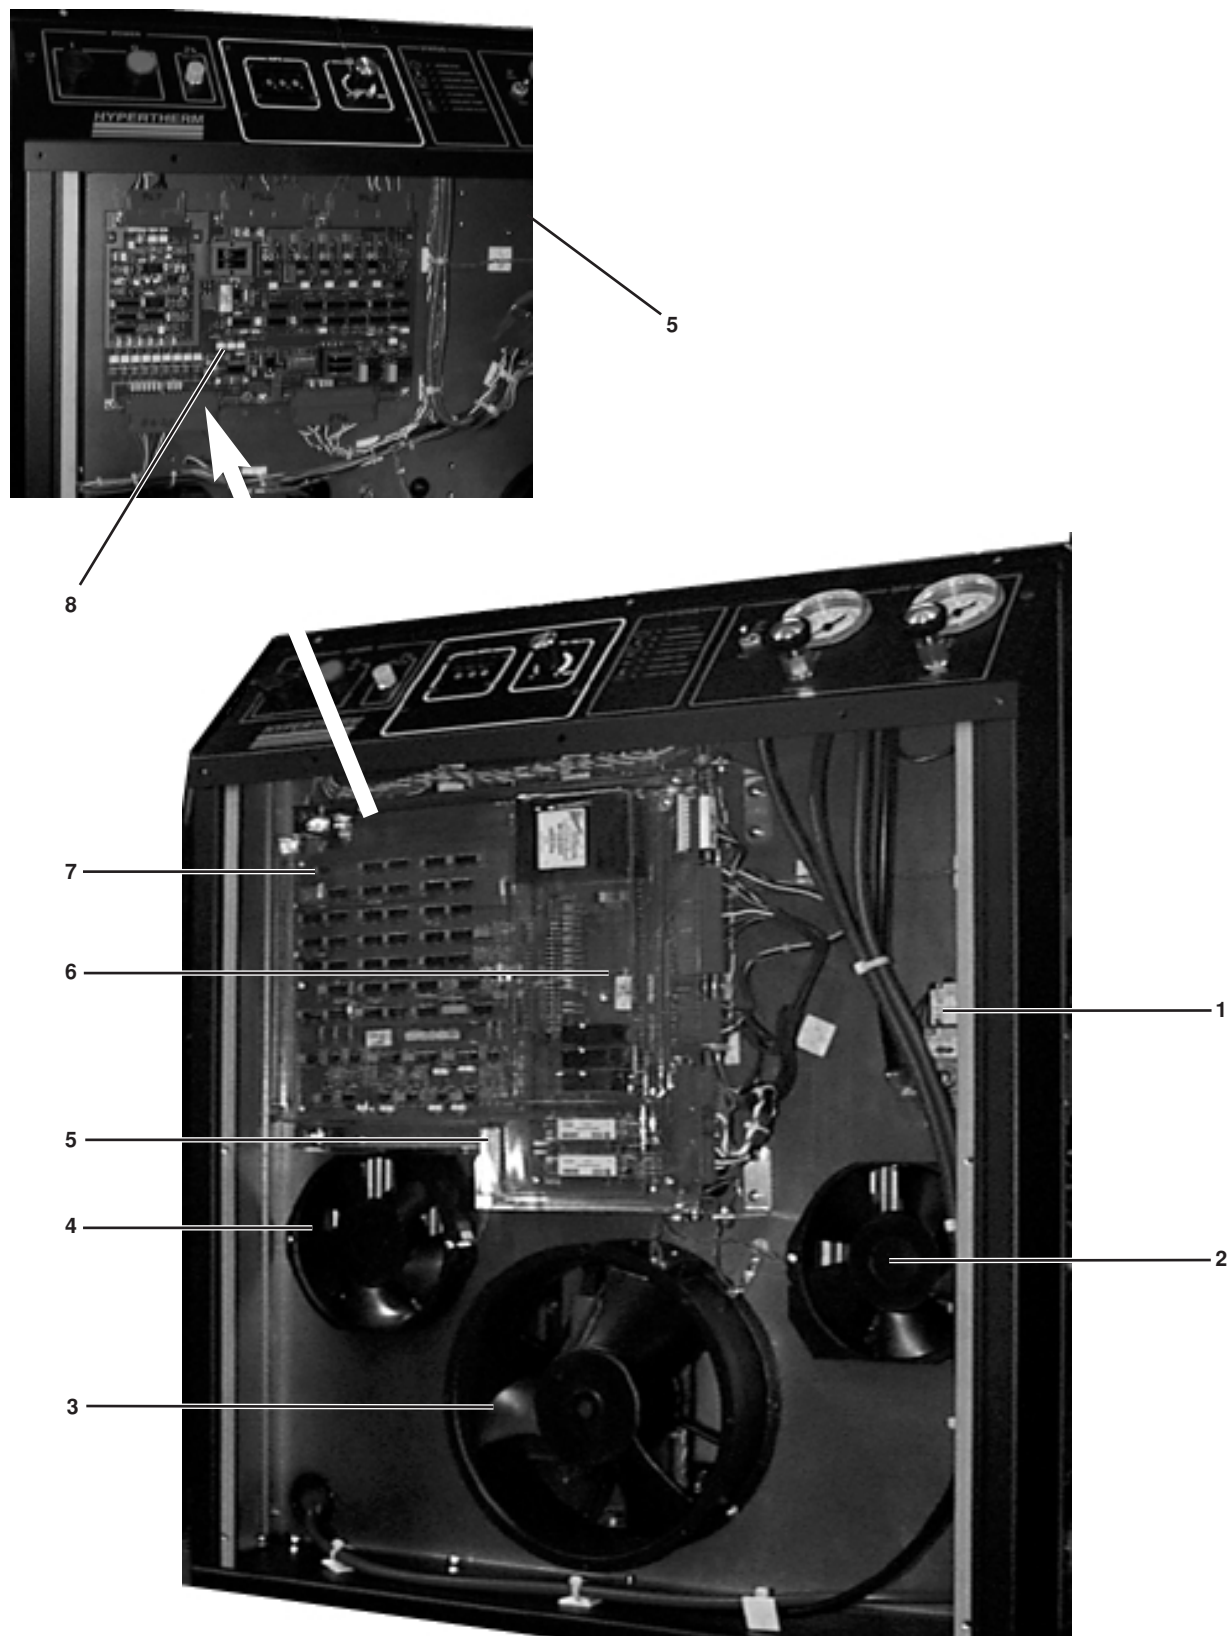

Abbildung 6-2 Stromquelle – Vorderansicht
* Position nicht in Abbildung 6-2 dargestellt. Siehe MAX200 Servicehandbuch IM-162, um den Filter zu überprüfen und auszutauschen.